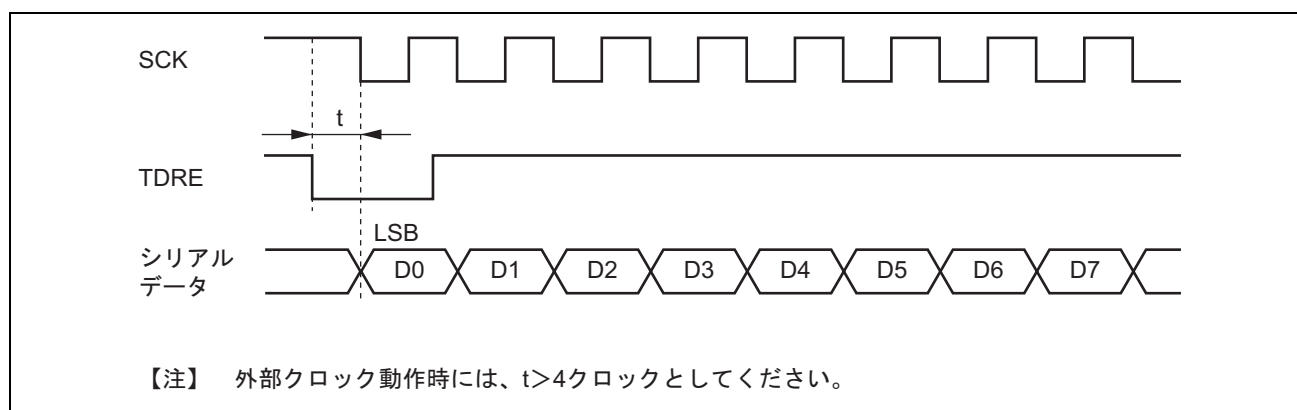

図 19.38 DTC によるクロック同期式送信時の例
1. 同期クロックに外部クロックソースを使用する場合、DMACまたはDTCによるTDRの更新後、Pφクロックで5クロック以上経過した後に送信クロックを入力してください。TDRの更新後4クロック以内に送信クロックを入力すると誤動作することがあります（図19.38参照）。